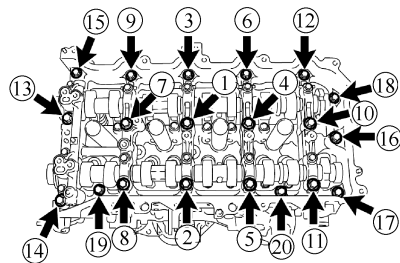

图 1-167 安装凸轮轴壳
④ 安装凸轮轴壳并按图 1-167 中数字所示顺序安装 20 个螺栓。